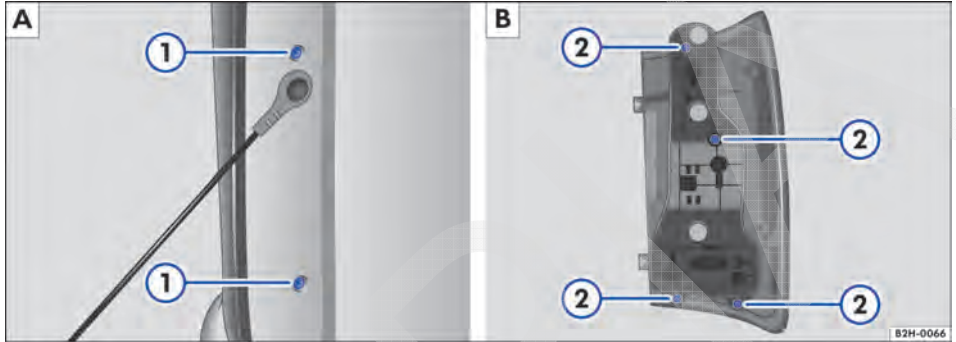

Fig. 172 A: lateralmente no compartimento de carga: desinstalar a lanterna traseira. B: soltar o suporte da lâmpada.
3. Desaparafusar os 2 parafusos Phillips ⇒ Fig. 172 ① com a chave de fenda das ferramentas de bordo.